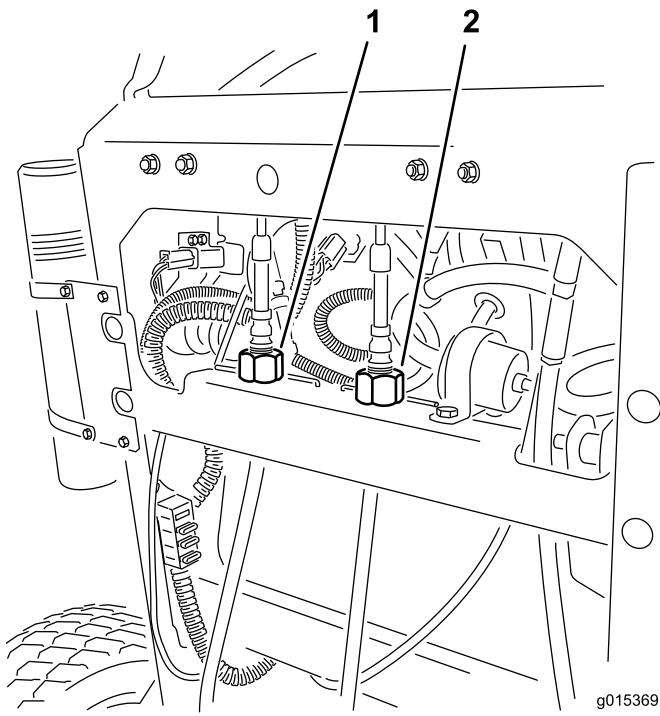

Figura 28
6. Rode o ajuste do cabo esquerdo para igualar a velocidade da roda esquerda à velocidade predefinida da roda direita. Ajuste em incrementos de um quarto de volta até que a máquina se desloque a direito (Figura 28).